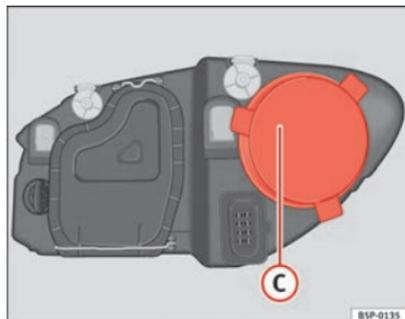

Abb. 192 Fernlicht
- Den Deckel ⇒ Abb. 192 ③ abziehen.